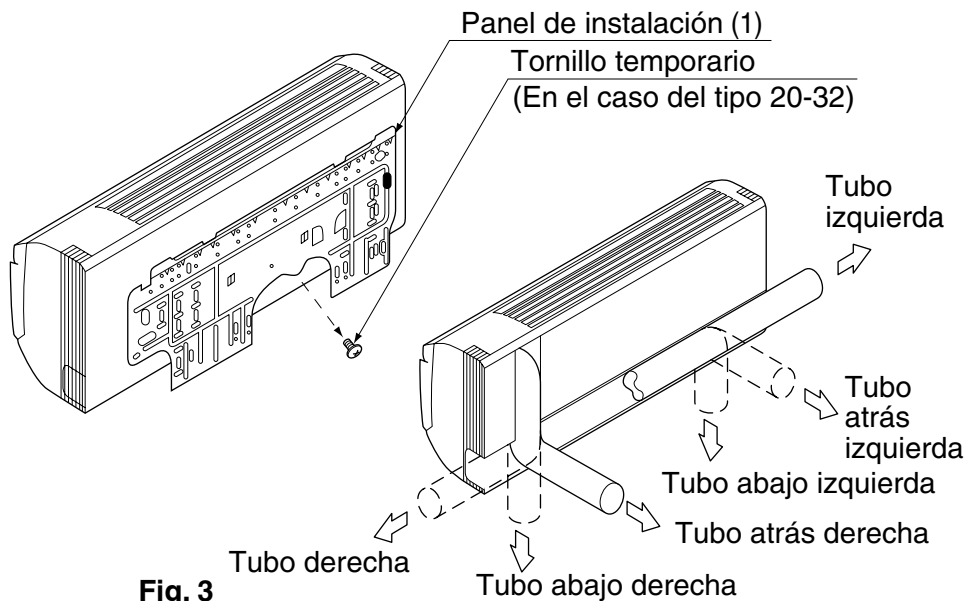

Fig. 3
(1) Abra el orificio pasante de la tubería.
- Es posible pasar los tubos de refrigerante y de desagüe en uno de estos 6 sentidos: izquierda, abajo izquierda, atrás izquierda, derecha, abajo derecha y atrás derecha. **(Refiérase a la Fig. 3)**
- Previa consulta del plano de instalación (3), elija dónde pasar la tubería y abra un agujero pasante ($\phi 80$) en la pared.
(Refiérase a la Fig. 3)